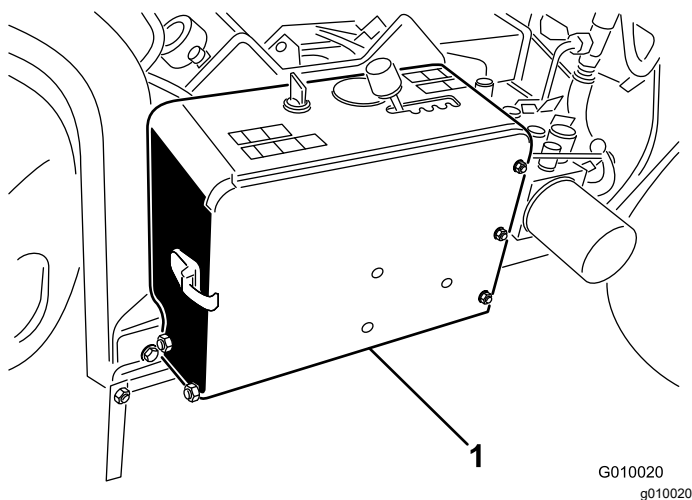

Figura 50
1. Desenganche y abra la cubierta del compartimento de la batería (Figura 50).